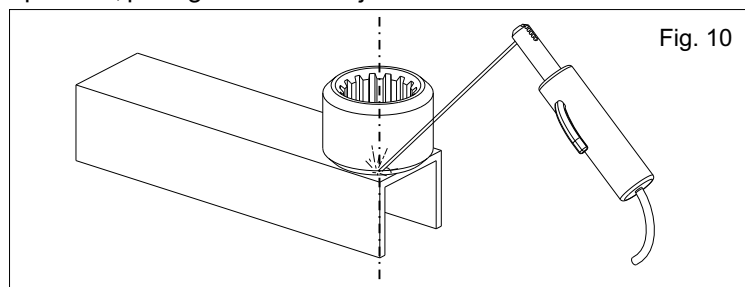

Fig. 10
3.3. soldar con atención el anillo al perfil de manera que sea observada la perpendicularidad con el eje de rotación (Fig. 10)